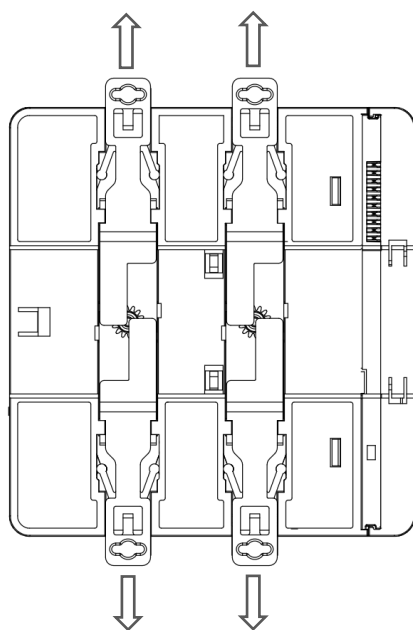

图 3-4 导轨卡扣向外侧拉伸
- (1) 将 DIN35 导轨固定在控制柜内的安装面上；
- (2) 先将所有待安装模块底部两侧的导轨卡扣向外侧拉出，如图 3-4；